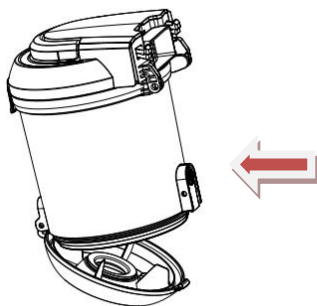

Fig.8
3. Come in Fig.8, posizionare il contenitore sul cestino,